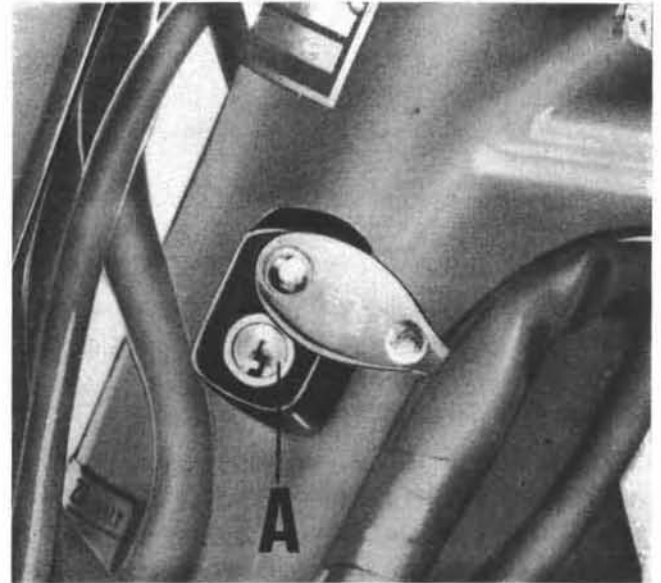

Fig. 129/1
**STEERING LOCK** (See Fig. 129/1)